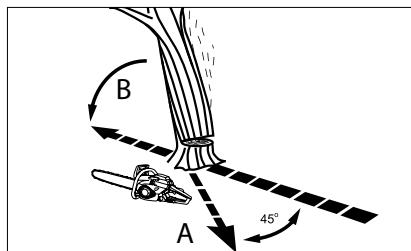

Abb. 14
Stellen Sie vorher den Rückzugsweg (A) fest und räumen Sie ihn von möglichen Hindernissen auf, bevor Sie mit Schneiden beginnen. Der Rückzugsweg soll in der Richtung liegen, die der Richtung des voraussichtlichen Herunterfallens des Baums (B) entgegengesetzt ist (Abb. 14).